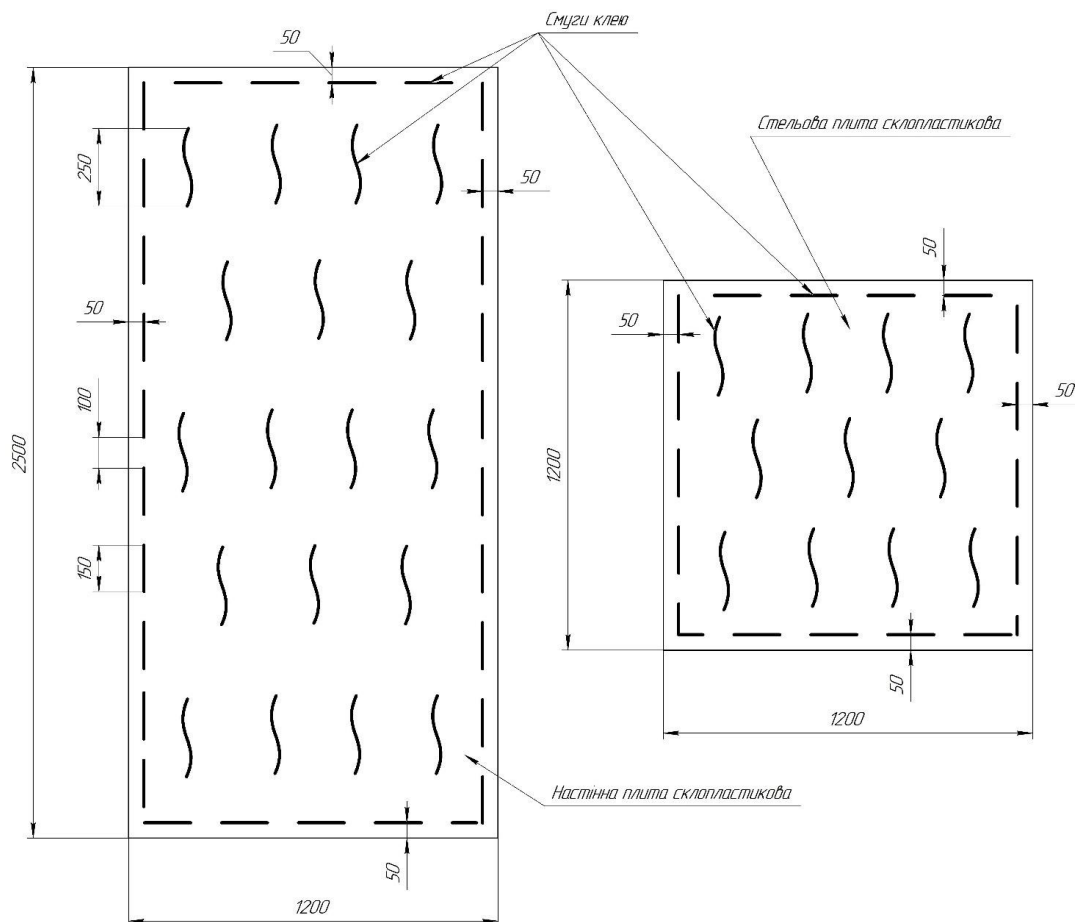

Рисунок 1. Рекомендована схема нанесення клею на склопластикові панелі.
3. Нанести на тильну частину панелі клей (див. рис. 1) за допомогою клейового пістолета. Встановити панель в прямокутник, утворений попередньо приклеєними до поверхні, що захищається, смугами базових з'єднувальних профілів. Потрібно намагатися розмістити панель симетрично між серединами базових з'єднувальних профілів.